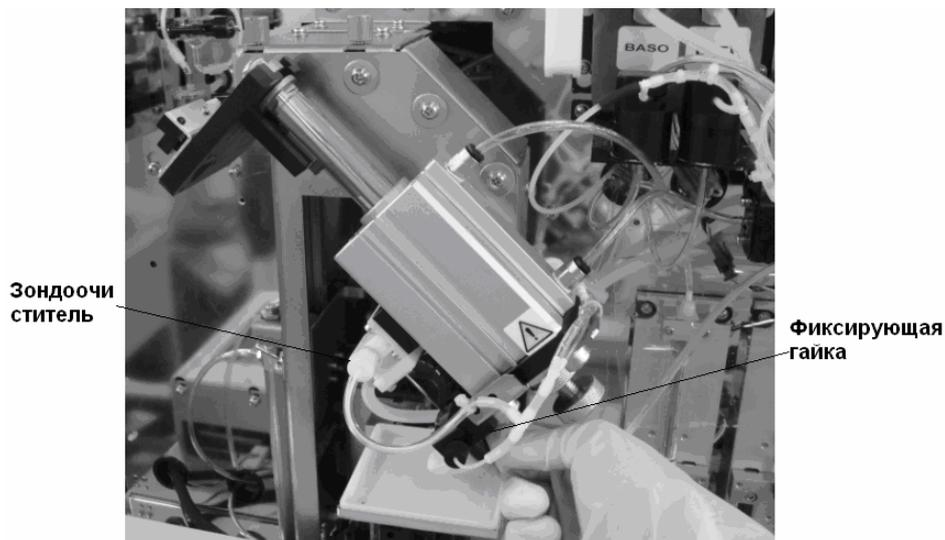

Рисунок 10-65 Ослабление фиксирующей гайки
2. Отсоедините трубки от пробойника и зондоочистителя. Ослабьте фиксирующую гайку на конце пробойника (Рисунок 10-65).